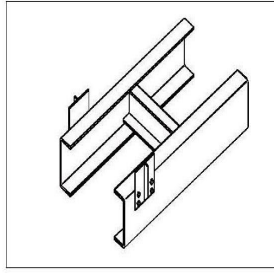

图 3 Рисунок 3
- 将连接板用螺栓连接于底盘上（参见图 3）。每个连接板至少用 4 个 M16x1.25 的 8.8 级螺栓，尽可能使用底盘上现有孔。
- Прикрепите соединительные пластины к шасси болтами (см. Рисунок 3). Используйте минимум 4 болта M16x1.25 класса 8.8 на соединительную пластину, по возможности используя существующие отверстия в шасси.